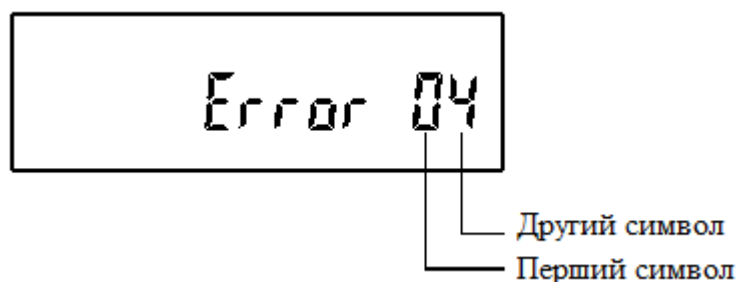

Рисунок 2.3
2.3.9. Якщо в процесі експлуатації лічильника на РКІ з'являється помилка, описана в 2.4.5, – лічильник слід віддати в сервісний центр на ремонт. Експлуатація лічильників при індикації помилок (рис. 2.3) не допускається.